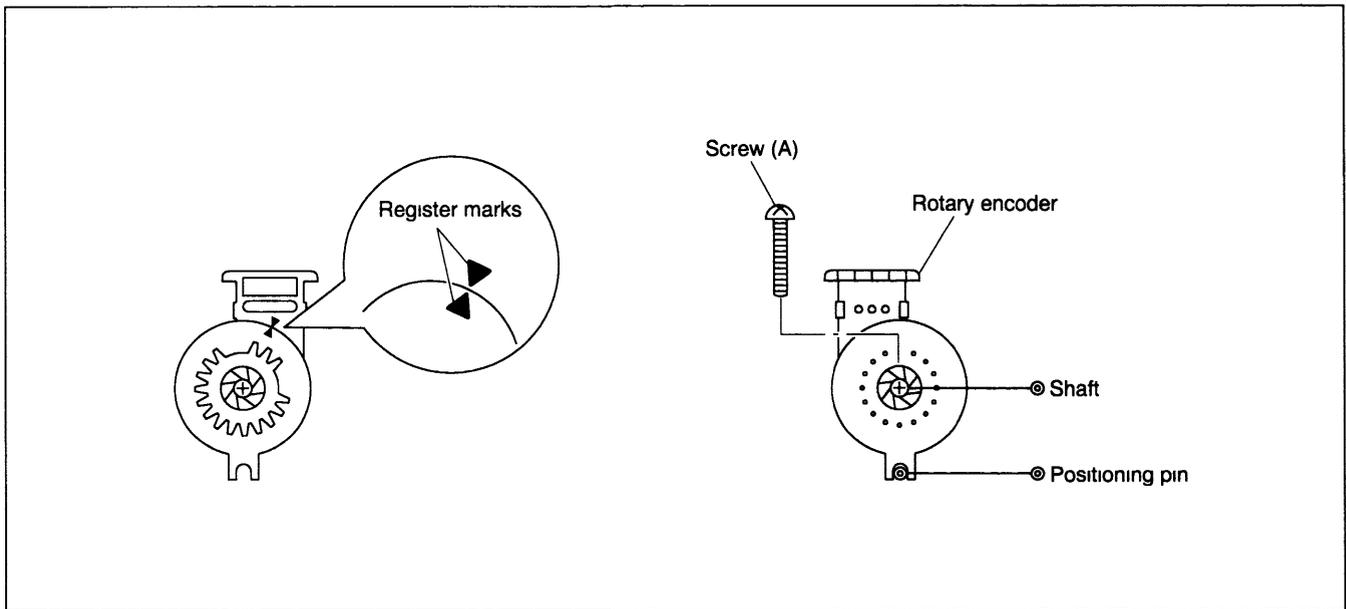

Fig. 2-3-3
- (1) Certifique que a marca E da placa de controle (control plate) esteja alinhada com a marca ▼ do eixo da engrenagem do braço de carregamento e alinhe as marcas no encoder rotativo como indicado na Fig. 2-3-3.
- (2) Gire o encoder rotativo mantendo as marcas alinhadas e encaixe-o no eixo do guia do encoder rotativo e no pino de posicionando (positioning pin).
- (3) Aperte o parafuso (A) para completar a instalação.